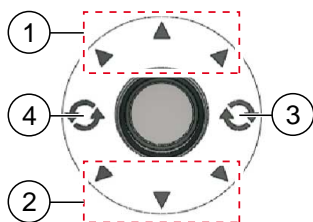

Fig. 4: Funzioni del joystick
- avanti/indietro fig. 4 (1,2)
- aree di rotazione fig. 4 (3,4)
- Nelle sezioni dedicate al movimento in avanti (1) o indietro (2), il caravan può essere movimentato in continuo nella direzione selezionata.
- Se il joystick viene mosso lateralmente in un'area di rotazione, il caravan ruota a destra (3) oppure a sinistra (4) attorno al proprio asse.